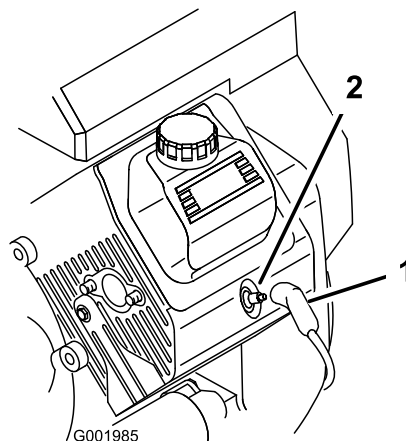

Figura 29
3. Puxe os cabos das velas (Figura 29).
3. Coloque os cabos nas velas de ignição (Figura 29).